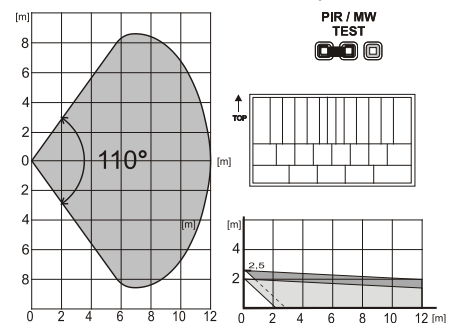

Fig. 2: as características de cobertura podem ser alteradas usando uma lente alternativa:
O detetor por IVP está equipado com uma lente de 110°/12 m. Cobertura – ver a Fig. 2. Verifique a cobertura com o jumper (8) na posição **“PIR”**. O movimento é indicado por um LED vermelho.